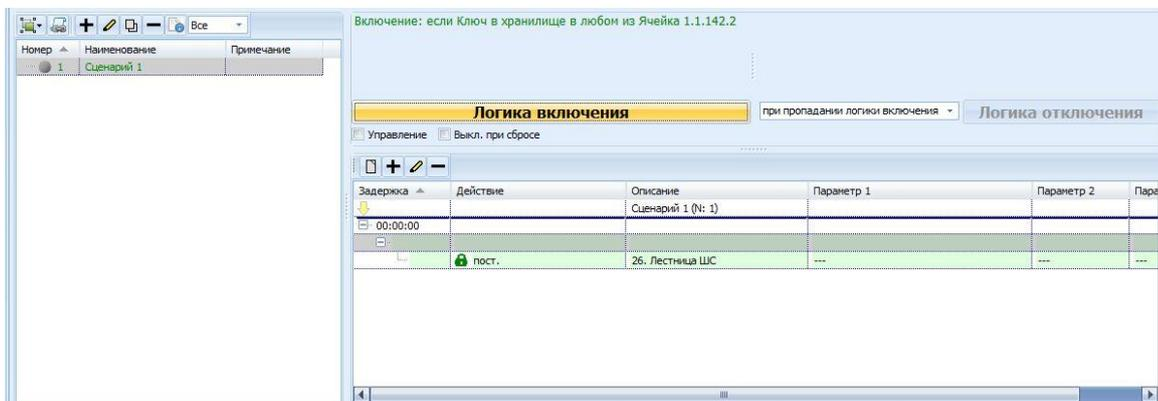

Рисунок 5.22
- Добавить в исполнительный блок сценария охранную зону, ключ от которой находится в хранилище. Указать действие с зоной – Поставить (рисунок 5.22).
– Настроить отключение сценария – при пропадании логики включения. В этом случае сценарий отключится (зона снимется с охраны), как только пропадет состояние «Ключ в хранилище» в выбранной ячейке (рисунок 5.22).